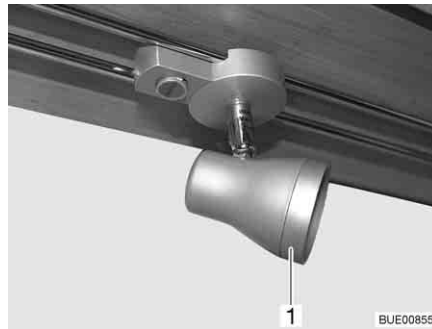

Bild 301 Halogenspotleuchte (verschiebbar)
- Den äußeren Ring (Bild 301,1) entgegen dem Uhrzeigersinn drehen, bis er sich vom Gehäuse löst.